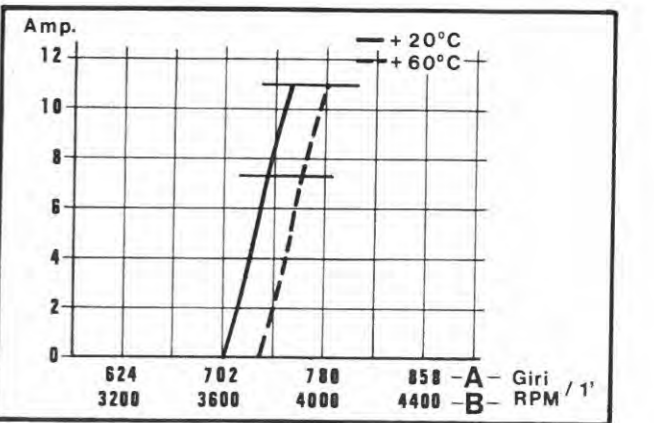

Fig. 61
Le diagramme (Fig. 61) indique l'intensité de courant (Amp.) à la variation du régime du moteur (A) et dynastart (B) avec tension de la batterie constante à 12,5 V. et température de + 20°C. et 60°C.-
Diagram in (Fig. 61) shows current values (Amp.) referred to engine speed (A) and starter generator speed (B), with a constant 12,5 Volts battery voltage. Readings taken at temperatures of 20°C and 60°C. If, with a 12,5 V. battery voltage, there is no charging, replace regulator and repeat recharge check. If positive results are not yet obtained, check starter motor on a test bench.
Das Diagramm der Abbildung 61 gibt die Stromstärke (Amp) als Funktion der Motoren- (A) und der Lichtanlasserdrehzahl (B) an bei einer konstanten Batteriespannung von 12,5 V und einer Temperatur von +20°C und 60°C. Wenn bei einer Spannung von 12,5 V der Ladungsstrom gleich Null ist, Regler ersetzen und Ladezustand nachprüfen. Falls letzterer gleichbleibt, Lichtanlasser auf elektrischem Prüfstand kontrollieren.